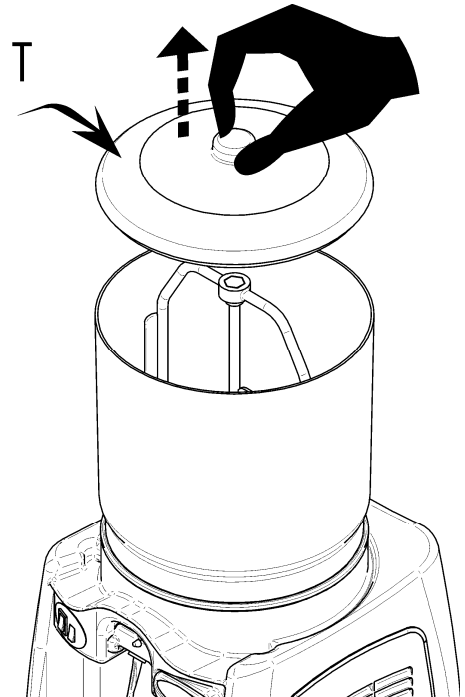

Abbildung 6
- 3.- Den Deckel (T) nach oben abziehen (**Abb. 6**).